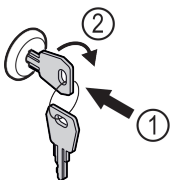

Fig. 125 Ενδεικτική απεικόνιση
- ▶ Πιέστε μέσα το κλειδί Fig. 125 (1).
- ▶ Περιστρέψτε το κλειδί 90° δεξιόστροφα Fig. 125 (2).